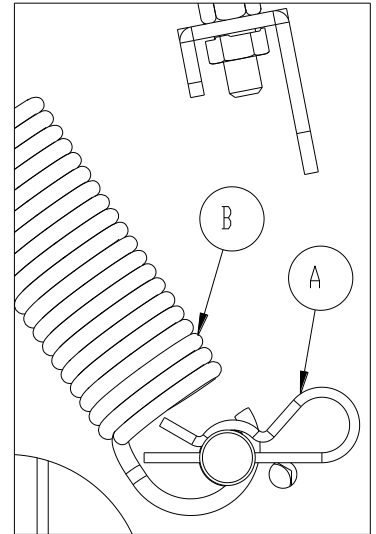
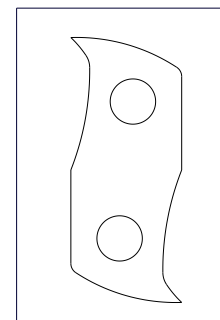

Fig. 6 – Sbloccaggio rullo
Fig. 11 - Martello nuovo
Spegnere il motore, rimuovere le chiavi, attendere che il rotore sia completamente fermo e indossare guanti protettivi. Togliere il carter (A) (Fig. 11). Sfilare la copiglia (A) e sganciare la molla (B) (Fig. 6). Sollevare il rullo di trascinamento e rimuovere il materiale bloccato. Rimontare il tutto come in (Fig. 6).
**Controllare i martelli prima di ogni utilizzo.** Per garantire il buon funzionamento della macchina, per ottenere le migliori condizioni di lavoro ed evitare danneggiamenti alla macchina è importante lavorare con martelli sempre integri (Fig. 11). La durata dei martelli dipende dalla natura e dal tipo di materiale tritato ed è quindi impossibile indicare un dato preciso e certo. Nel caso in cui il trituratore venga utilizzato per sminuzzare del materiale contenente polvere, sabbia, terra, ecc., i martelli subiranno un degrado molto veloce.